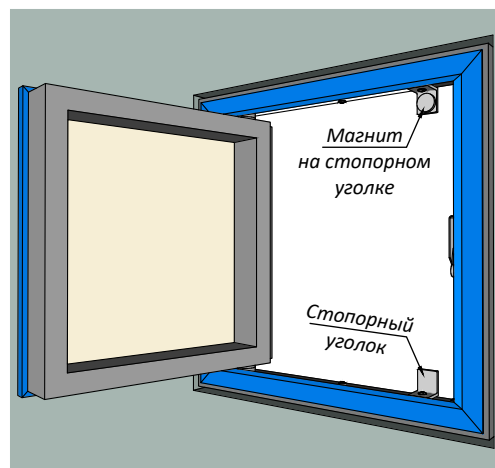

Рис. 4
- 5.** На один стопорный уголок прикрепите неодимовый магнит (Рис.4), и утопите уголок с магнитом так, чтобы от магнита до створки было 1-3мм, он будет удерживать створку люка в процессе отделки. Затем отрегулируйте второй стопорный уголок таким образом, чтобы алюминиевые уголки на раме и на створке были в одной плоскости.